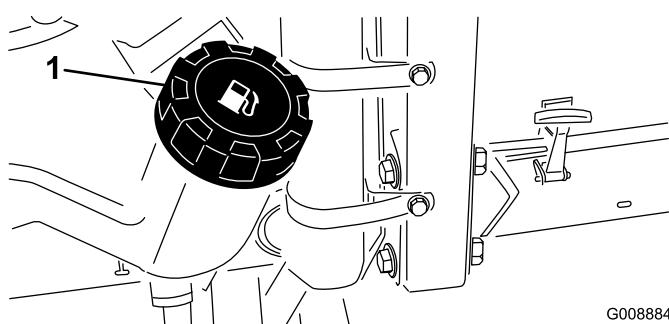

Figura 37
- Limpe a zona em torno do tampão do depósito de combustível (Figura 37).